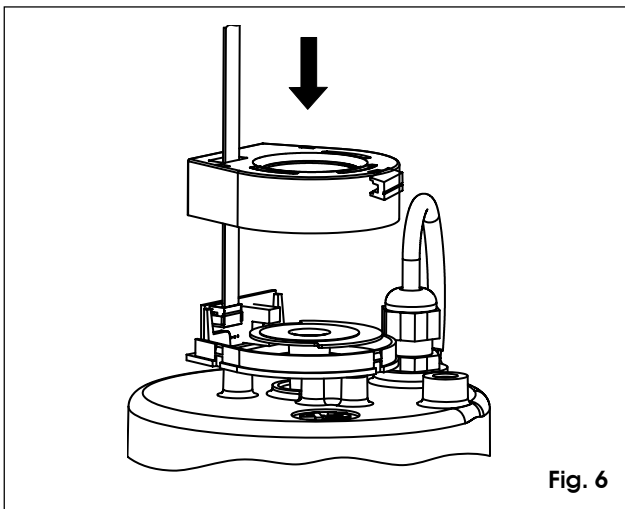

Fig. 6
- 6) Inserire il cavo nel coperchio per encoder e fissarlo a pressione sul supporto, come in fig.6.
- 6) Fit the cable in the encoder cover and secure it by pressure on the support as shown in figure 6.
- 6) Introduire le câble dans le couvercle pour encodeur et le fixer par pression sur le support, d'après la fig. 6.
- 6) Introduzca el cable en la tapa para encoder y fíjelo a presión en el soporte, como se muestra en la fig. 6.
- 6) Das Kabel in den Deckel des Encoders einführen und unter Druck auf dem Halter befestigen, wie in Abb. 6 gezeigt.